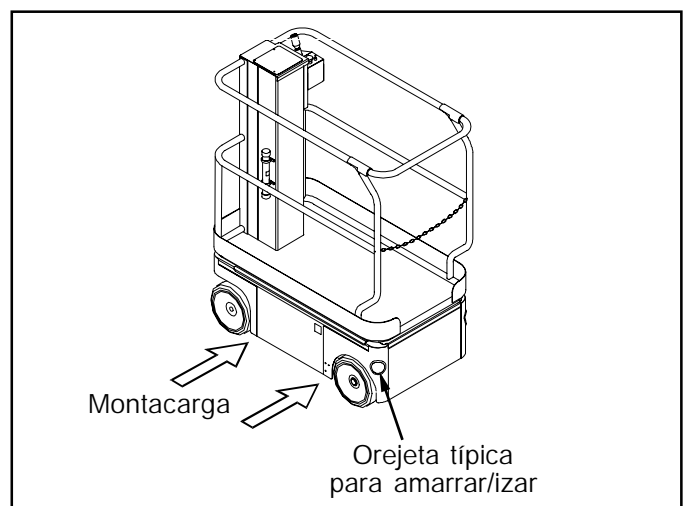

Figura 5: Transporte de la plataforma de trabajo
Levantar con el montacarga por el costado y por debajo del chasis. (Figura 5).
Fijar las correas a los puntos para izar o a las orejetas de amarre del chasis. (Figura 5).
2. Sujetar la plataforma de trabajo al vehículo de transporte con cadenas o correas de la capacidad de carga adecuada, sujetas a los puntos para izar o las orejetas de amarre del chasis (Figura 5).